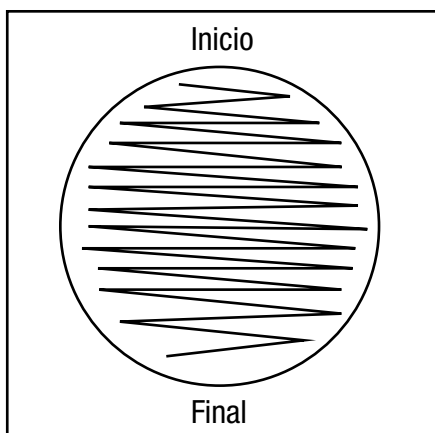

Figura 1: Patrón de rayado en la Placa 3M Petrifilm SALX
3. Abra la Placa 3M Petrifilm SALX y páselo por el gel (figura E). Realice una pasada única para obtener colonias aisladas (figura 1).